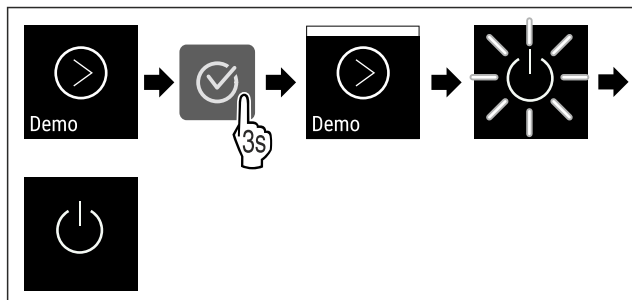

Fig. 110
- ▶ Eseguire i passi (vedere Fig. 110) .